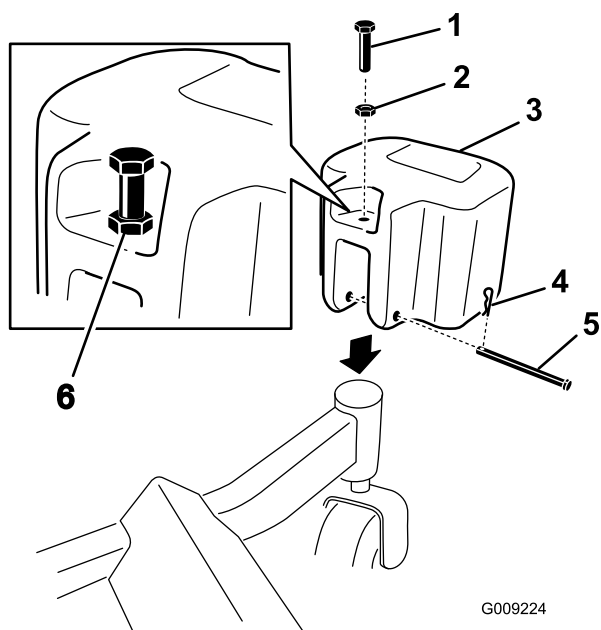

Figura 33
1. Montate le zavorre per ruote orientabili sulle ruote orientabili anteriori per mezzo di un perno con testa e una coppiglia (Figura 33).
2. Montate un dado su ogni bullone e inserite il bullone in ogni zavorra (Figura 33).